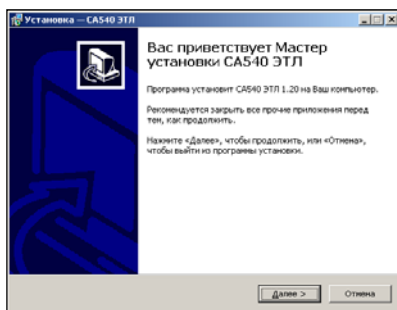

Рисунок 8.1
1) Включить ПК и начать установку программы "CA540 ЭТЛ", для чего из папки "CA540 ЭТЛ", размещенной на инсталляционном диске, входящем в комплект поставки, запустить исполняемый файл `setup_CA540_ETL_xxx.exe` (xxx – версия программы). На экране появится окно мастера установки CA540 ЭТЛ (рисунок 8.1).